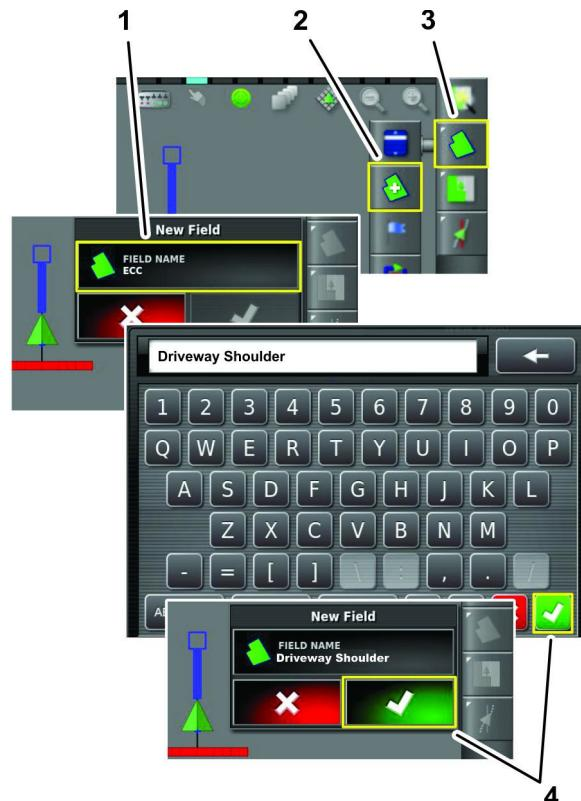

图 38
1. 按“场地菜单”图标然后按“新场地”图标 图 38。
2. 按“场地名称”图标 图 38。
3. 用显示屏键盘输入场地名称然后按“确认”图标 图 38。
4. 在新场地对话框中按“确认”图标 图 38。